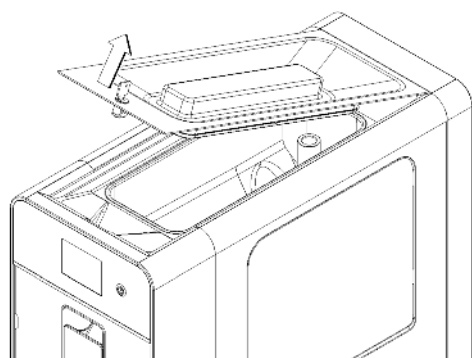

figura 16
**1** Rimuovere il coperchio superiore.(vedere figura 16)